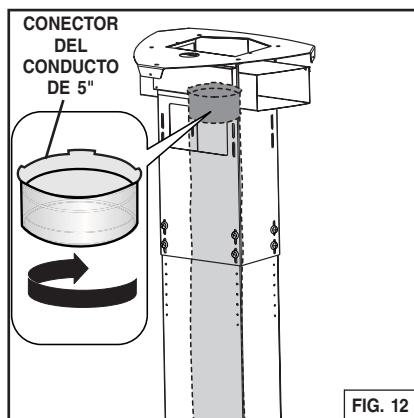

FIG. 12
- Enrósquela en el Conector de Conducto de 5". Fig. 12.